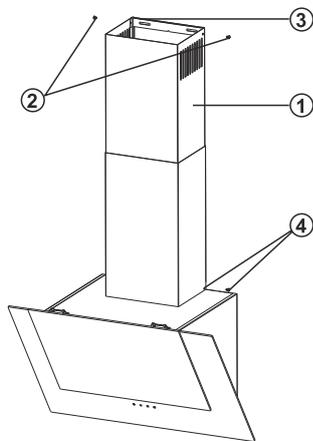

Fig. 13: 3424 ASSEMBLAGE DES CONDUITS MÉTALLIQUES
Les conduits en métal externe et interne sont assemblés l'un après l'autre (Fig. 13).
- Fixez le conduit intérieur sur la plaque de raccordement avec deux vis 3.5x9.5 en tirant vers le haut (Fig. 13).
- Fixez le conduit extérieur à l'aide de deux vis 3.5 x 9.5 sur les plaques de connexion gauche et droite à l'arrière du corps de la hotte, par le bas. (Fig. 13).